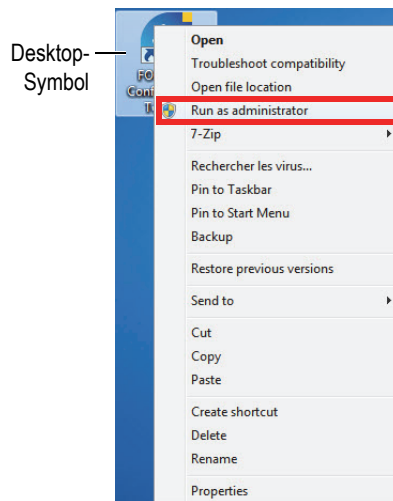

Abbildung 5-1 Öffnen der Konfigurationshilfe
- ◆ Auf dem Desktop klicken Sie mit der rechten Maustaste auf das Symbol **Configuration Tool** und dann klicken sie auf **Run as administrator** > **Yes** (siehe Abbildung 5-1 auf Seite 24).